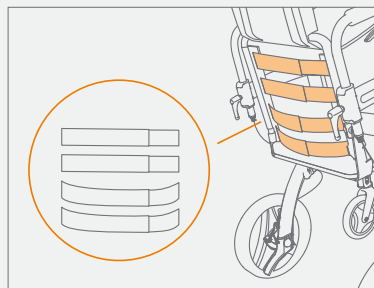

Figure 47: Desserrer pour plus de profondeur de siège.
- c. Ajustez les sangles en détachant le Velcro et en les fixant à la position souhaitée (**Figure 47**).